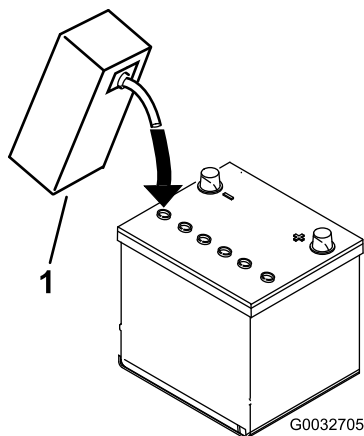

図 7
3. 各セルの電極板が液面下 6mm程度に水没するまで、電解液を慎重に入れる 図 7。
4. 電極板が液を吸収するまで2030分間程度待つ。必要に応じて、電極板が6mm程度水没するぐらいに電解液を補充する 図 7。